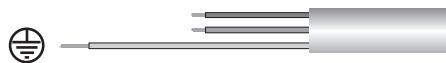

Fig. 1
1. Deslizar el clip en el flap, quitar los tornillos (fig. 1). Rotar y bloquear el panel con los clips. Abrir la caja de conexiones (fig. 2).